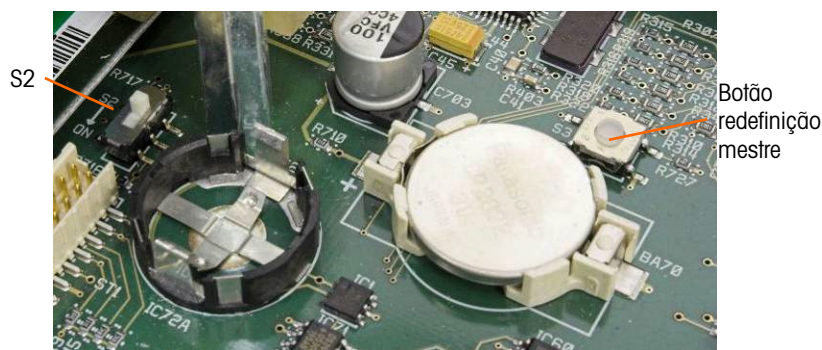

Figura 3-46: Placa principal, botão Redefinição Mestre e Localizações S2 Indicadas
- Dois tipos de redefinições mestre são possíveis, dependendo da posição do S2 (mostradas na sua posição DESLIGADO na Figura 3-46): Uma redefinição completa, incluindo dados de configuração de balança metrologicamente importantes, e uma redefinição que preserve os dados da balança.
3. Pressione e mantenha o botão REDEFINIÇÃO MESTRE (Figura 3-46).